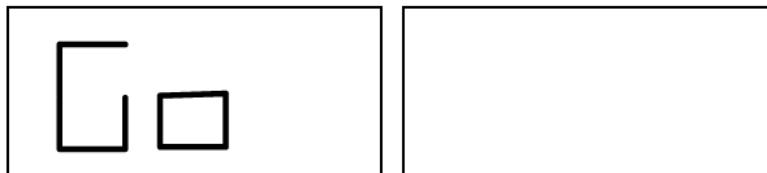

Рис. 5.5 Сообщение "Выполните запуск"
- Нажмите [P4]. Появится сообщение, рисунок 5.5;